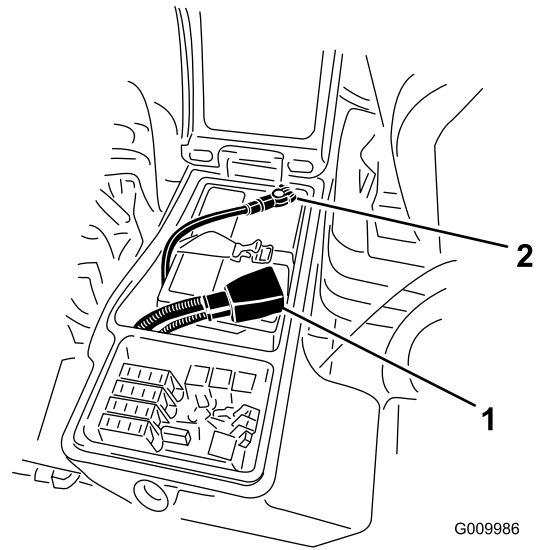

Figure 59
3. Débranchez le câble négatif (noir) de la borne négative (-), puis le câble positif (rouge) de la borne positive (+) de la batterie (Figure 59).
6. Raccordez le câble positif (rouge) de la batterie à la borne positive (+) et le câble négatif (noir) à la borne négative (-) (Figure 59).